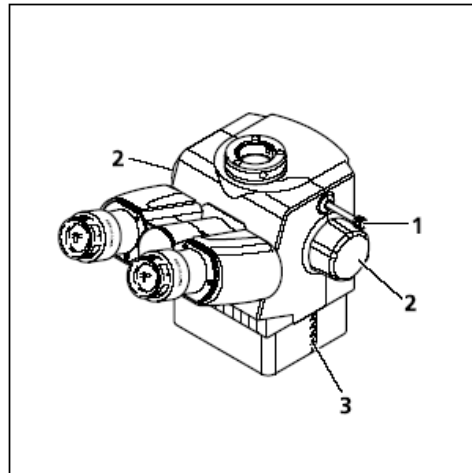

图4-31 双目人体工程学镜筒
- 转动手柄（图4-31/2），可进行上下调节。
- 从侧边比例尺（图4-31/3）即可检查调节距离。
- 推动推杆（图4-31/1）插入：100% 转换到目镜。
- 推动推杆（图4-31/1）拔出：100% 转换到照相接口。